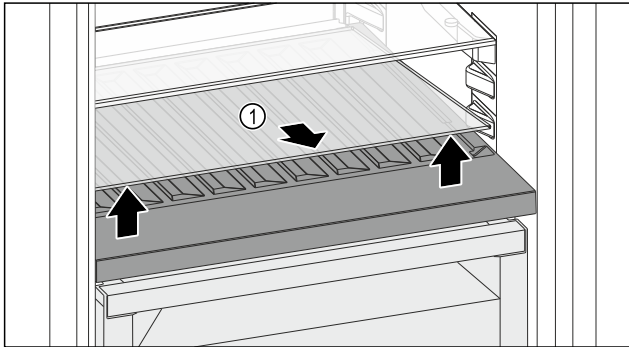

Fig. 174
- ▶ Скористайтесь пазом спереду, щоб підняти скляну полицю Fig. 174 (1) і вийняти її.
- ▶ Безпечно зберігайте скляну полицю Fig. 174 (1) за межами пристрою.
- ▶ Вставте скляну пластину (2) під змінну полицю для зберігання пляшок.